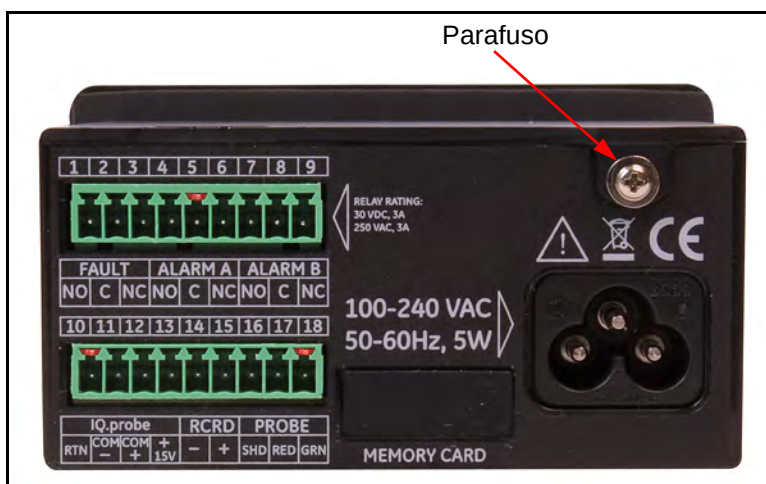

Figura 4: Painel posterior (versão mostrada de cabo CA)
2. Remova o parafuso no topo do painel posterior (veja *Figura 4* abaixo).